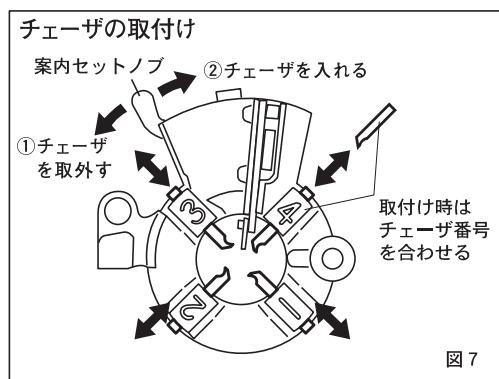

図 7
- ②位置決めノッチを位置決めピンから外し (図 6-2) 案内セットノブを図 7 の矢印①の方向へいっぱいに引くと、3番と4番のチェーザが取外せます。
- ③ダイヘッドを起すと1番と2番のチェーザが取外せます。
- ①ダイヘッドをチェーザの取外した状態にします。
- ②ダイヘッドの3番と4番の溝番に同じ番号のチェーザをチェーザノッチにはまりこむまで差し込んでください。
- ③次にダイヘッドを起こして1番と2番のチェーザを同じ溝番に差し込んでください。
- ④案内セットノブを図7の矢印②の方向に回してください。チェーザは中心に向って入っていきます。もしチェーザが入らないときはチェーザを少し上下に動かしもう一度繰り返してください。